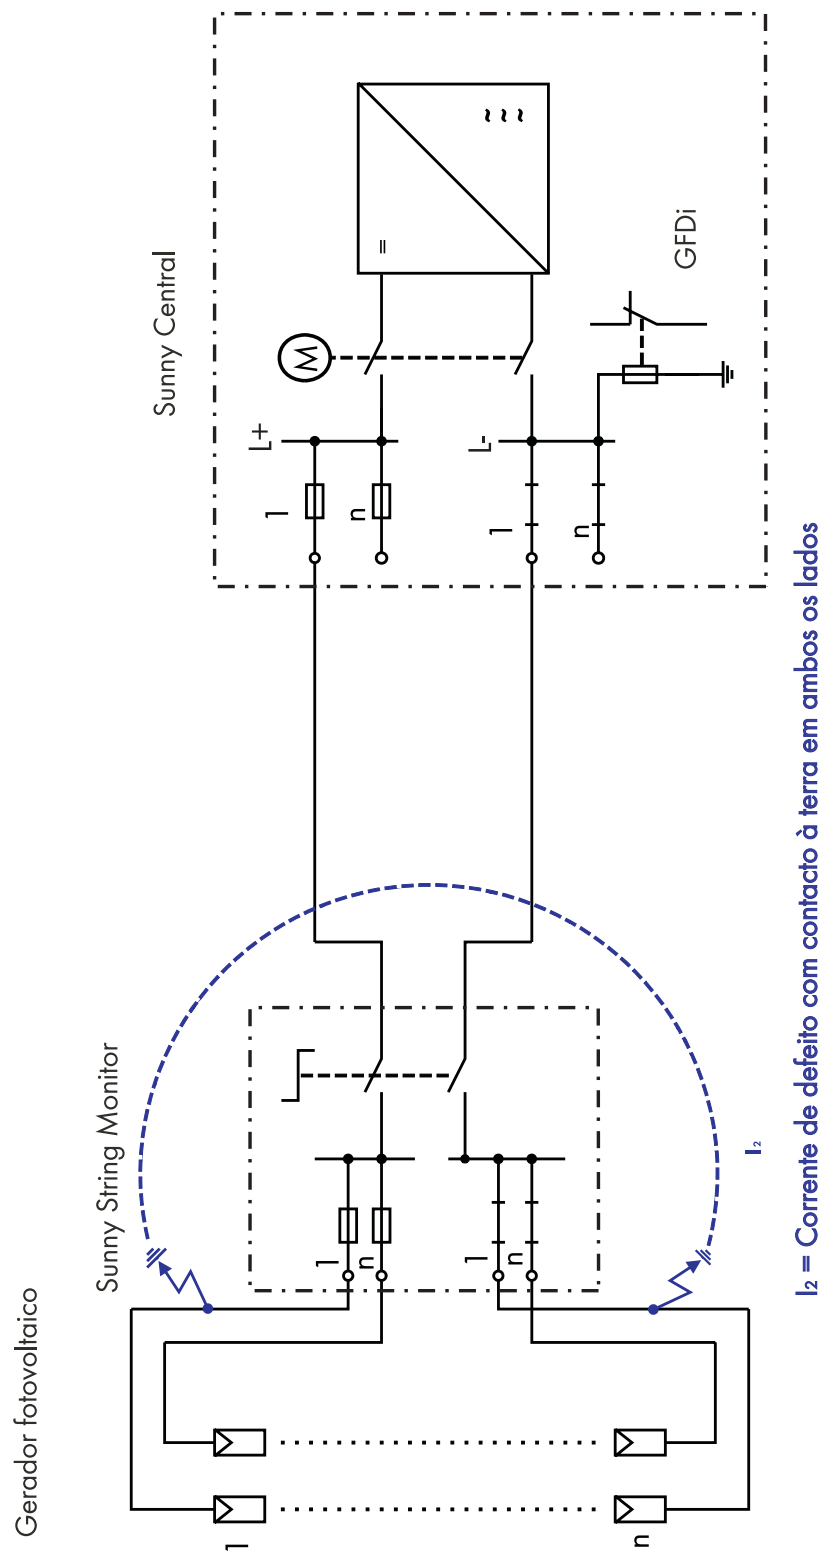

Figura 2: contacto à terra em ambos os lados
A operação do inversor com o GFDI activado poderia resultar na danificação dos módulos fotovoltaicos, devido à falta de ligação à terra. Se, neste estado, ter adicionalmente lugar um contacto à terra no pólo ligado à terra, é gerado um curto-circuito (veja a figura 2) que poderia levar à retroalimentação do inversor. Poderia conduzir a uma danificação da unidade de potência. Por conseguinte, não é possível operar o inversor com o GFDI activado.
- Se, neste estado da instalação, produzir-se um contacto à terra no pólo não ligado à terra (veja a figura 2), a corrente de defeito resultante não pode ser interrompida pelo GFDI. Assim, podem produzir-se danos na instalação ou em partes do edifício.